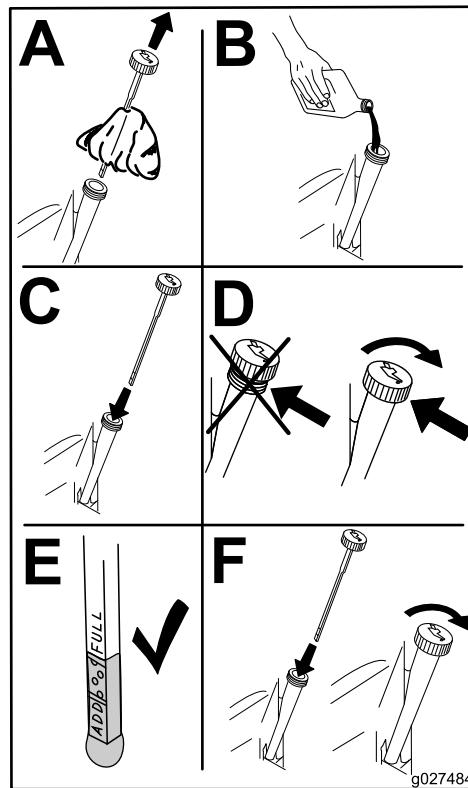

Figure 34
6. Versez lentement environ 80 % de la quantité d'huile spécifiée dans l'orifice de remplissage (Figure 34).
7. Contrôlez le niveau d'huile (Figure 34).